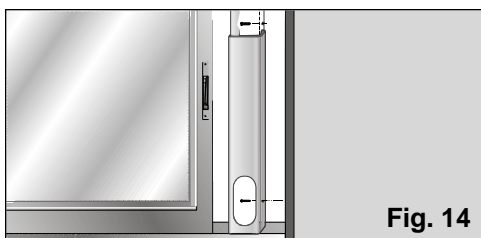

Fig. 14
- ❑ Pour pouvoir être fixé à la fenêtre / au balcon, il comporte deux orifices latéraux. Avec deux tournevis (non fournis avec l'accessoire), l'utilisateur pourra le fixer à la chambranle ou au mur pour qu'il ne puisse bouger ou tomber, Fig. 14.